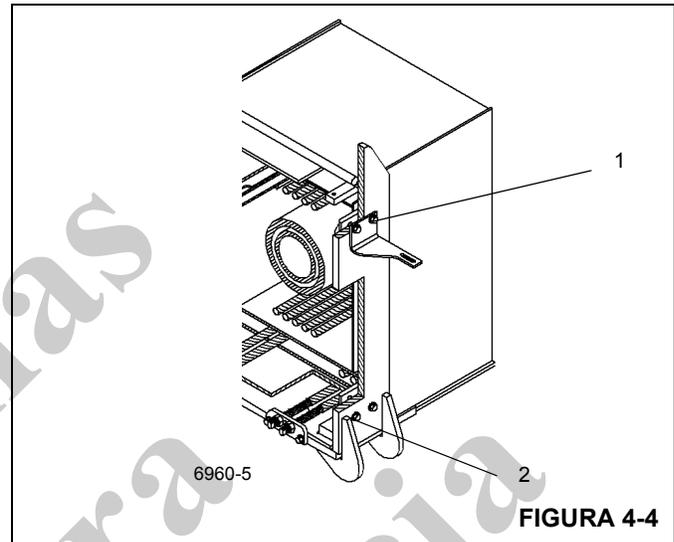

FIGURA 4-4
5. Remova os parafusos e as arruelas que fixam cada placa de desgaste lateral superior (1) e inferior (2) na frente da seção da base (Figura 4-4). Remova as placas de desgaste, os calços e a cantoneira de montagem (apenas lado superior esquerdo).